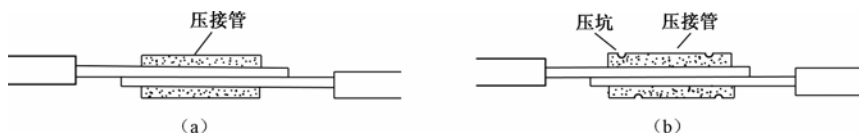

图 6-5 用压接管连接铝芯导线
用压接管连接铝芯导线的方法如图 6-5 所示,具体操作过程如下。
- ① 将待连接的两根铝芯线穿入压接管,并穿出一定的长度,如图 6-5 (a) 所示,芯线截面积越大,穿出越长。
- ② 用压接钳对压接管进行压接,如图 6-5 (b) 所示,铝芯线的截面积越大,要求压坑越多。